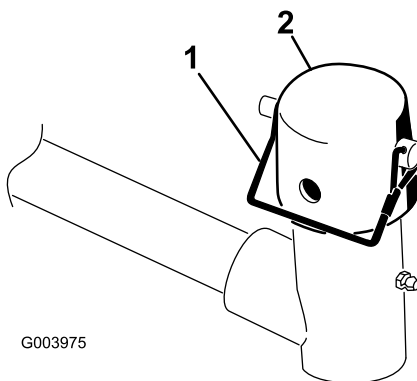

**Figure 9**
**Important:** Sur le plateau n° 4 (avant gauche) ou n° 5 (avant droit) (Figure 7), utilisez les écrous de fixation du support de tige pour monter les guides de flexible devant les pattes du plateau de coupe (Figure 8). Les guides de flexible doivent être inclinés vers le plateau de coupe central (Figure 8 et Figure 9).